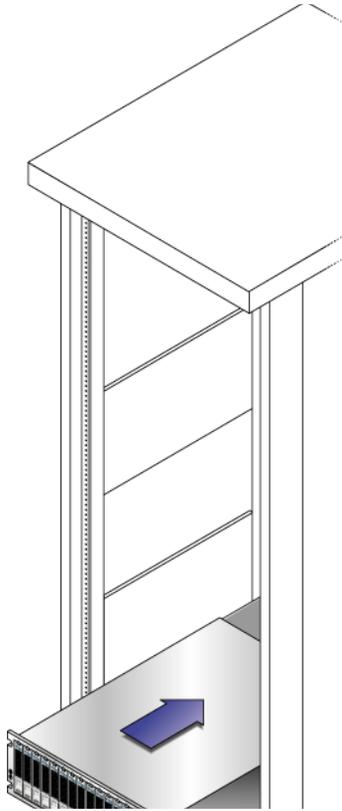

FIGURE 2-8 Insertion de l'unité dans l'armoire
2. Faites glisser doucement l'unité dans l'armoire jusqu'à ce que les pattes avant de l'unité touchent la face verticale de l'armoire (FIGURE 2-8).